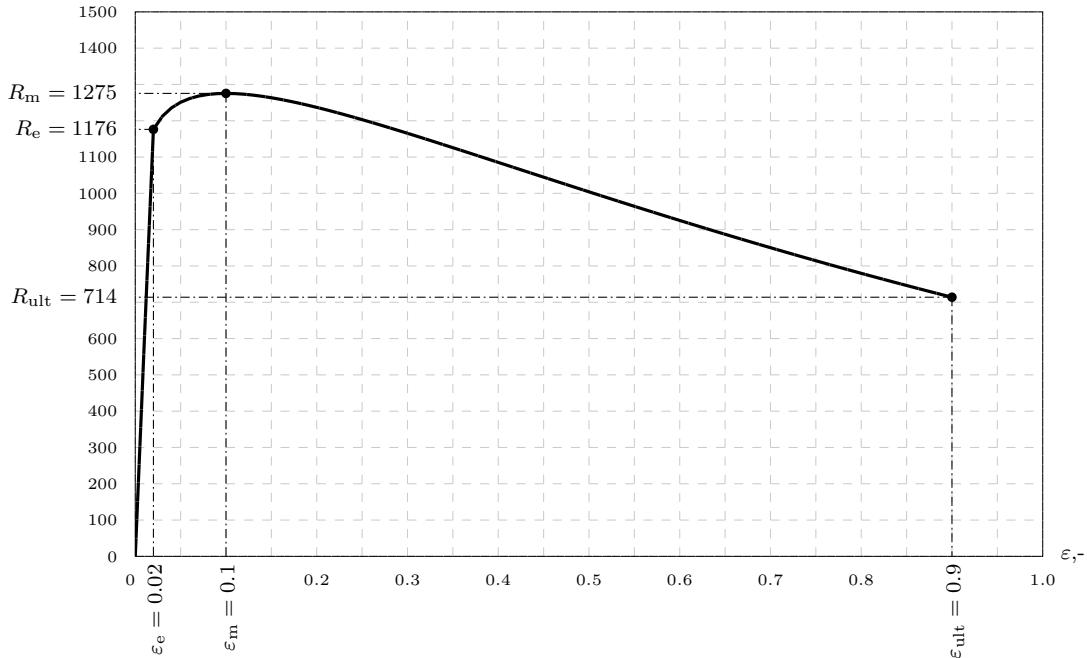

FIGURE 1 – Courbe de traction du matériau dans lequel l'échantillon est fabriqué
L'acier qui vous est livré est caractérisé par la courbe de traction donnée à la Fig. 1.
- Pouvez-vous calculer la valeur exacte du module d'Young du matériau, avec les informations disponibles sur la Fig. 1 ? Si oui faites-le, sinon estimatez sa valeur en donnant une marge d'erreur.